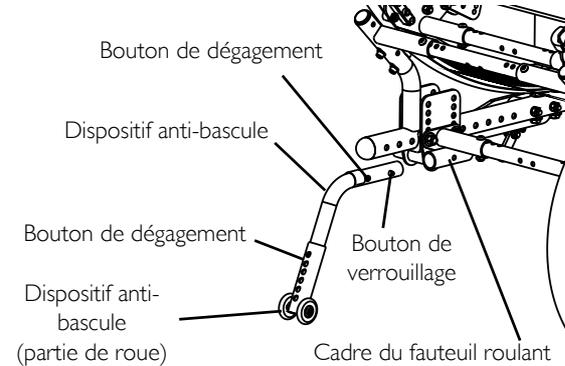

FIGURE 15 Installation des dispositifs anti-bascule
2. Appuyez sur les boutons de dégivement et installez les dispositifs anti-bascule pendant que les roues sont dirigées vers le bas jusqu'à ce que les boutons de blocage soient verrouillés en place (FIGURE 15).